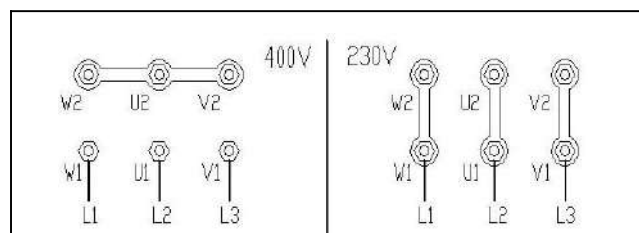

Рисунок 23
- Если вы планируете использовать подъемник при трехфазном подключении на 230 V, то необходимо поменять расположение подключения на трансформаторе и моторе (рисунок 23).